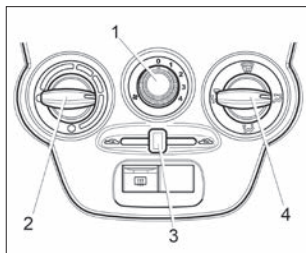

Рис. 37. Блок управления системой вентиляции и отопления
Отопительно-вентиляционная установка автомобиля предназначена для создания в салоне комфортной температуры воздуха, значение которой регулируется блоком управления системой вентиляции и отопления (рис. 37). Однако она не может обеспечить в салоне температуру ниже, чем имеет наружный воздух.
- **рукоятку 4** (см. рис. 37) установить в зависимости от желаемого направления потока;
- **рукоятку 3** (см. рис. 37) перевести в крайнее левое положение ;
- **рукоятку 4** (см. рис. 37) установить в положение ;
- **рукоятку 2** (см. рис. 37) установить в положение подачи максимально теплого воздуха (красная точка) в холодное время года (максимально холодного воздуха в теплое время года, кроме того, рекомендуется включать кондиционер при наличии);
- **рукоятку 1** (см. рис. 37) поставить на скорость в зависимости от степени запотевания стекол.
При мойке автомобиля нельзя включать вентилятор климатической системы, что соответствует положению «0» рукоятки 1 (см. рис. 37).
- **рукоятку 2** (см. рис. 37) установить в положение подачи максимально теплого воздуха;
- **рукоятку 1** (см. рис. 37) поставить на максимальную скорость подачи воздуха в салон.
- **рукоятку 4** (см. рис. 37) установите в желаемое положение направления потоков воздуха;
После мойки автомобиля в холодное время года при температуре окружающего воздуха ниже 0 °С рекомендуется включать вентилятор системы вентиляции и отопления салона переключателем 1 (см. рис. 37 и 39) на 3–4 скорость на время около 2–3 минут.